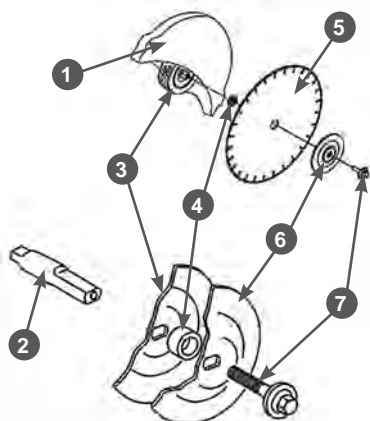

Рис. 4 Установка отрезного диска
2. Открутите болт 7 крепления, снимите прижимную шайбу 6 и переходник 4 (Рис. 4). Убедитесь, что переходник 4 на валу шпинделя 2 соответствует центральному отверстию отрезного диска 5 (Рис. 4).
- Установите отрезной диск. Для этого поместите диск 5 на переходник 4 между внутренней шайбой 3 и прижимной шайбой 6 (Рис. 4). Установите болт крепления 7 (Рис. 4) отрезного диска, не затягивая его. Заблокируйте вращение диска. Вставьте стопор в отверстие режущего узла и поверните диск, пока он не зафиксируется (Рис. 6).